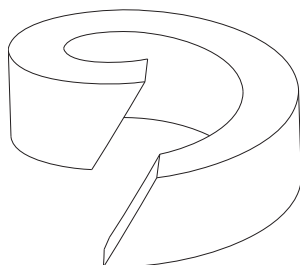

Fig. 6: Anneau d'étanchéité
- Observer une ligne de découpe oblique lors du découpage de la garniture de presse-étoupe (fig. 6).
Couronne de presse-étoupe DN250-500 (pos. 17) trop lâche (Fig. 6)	Resserrer le presse-étoupe (pos. 17) avec des écrous hexagonales (pos. 23) jusqu'à obtention de l'étanchéité (Fig. 6); Remplacer rapidement la tête de robinet